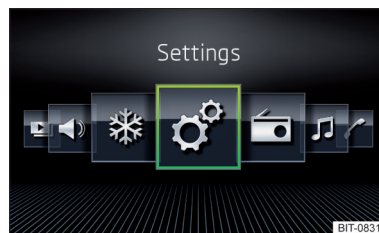

Fig. 188
- » Selectați opțiunea **Afișare rastru** » fig. 187 sau **Afișare orizontală** » fig. 188.